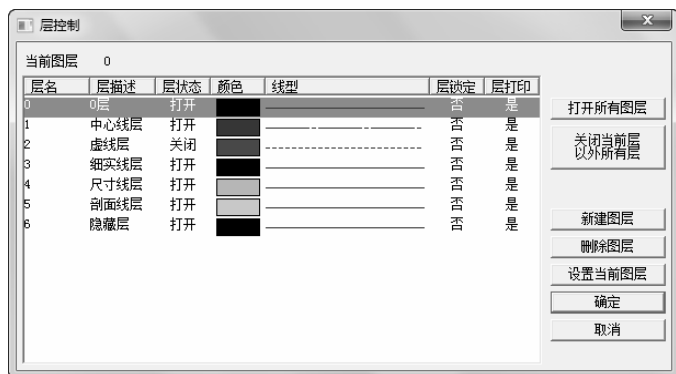

图 6-20 层控制对话框
(7) 隐藏生成的刀具轨迹 为了方便选取轮廓，应隐藏生成的刀具轨迹。选择下拉菜单“格式”→“层控制”命令，或直接单击数控车工具栏中的“层控制”按钮，系统弹出“层控制”对话框。如图 6-20 所示进行设置：设置 0 层为当前层，关闭虚线层，单击“确定”按钮，即可完成隐藏生成的刀具轨迹的设置。